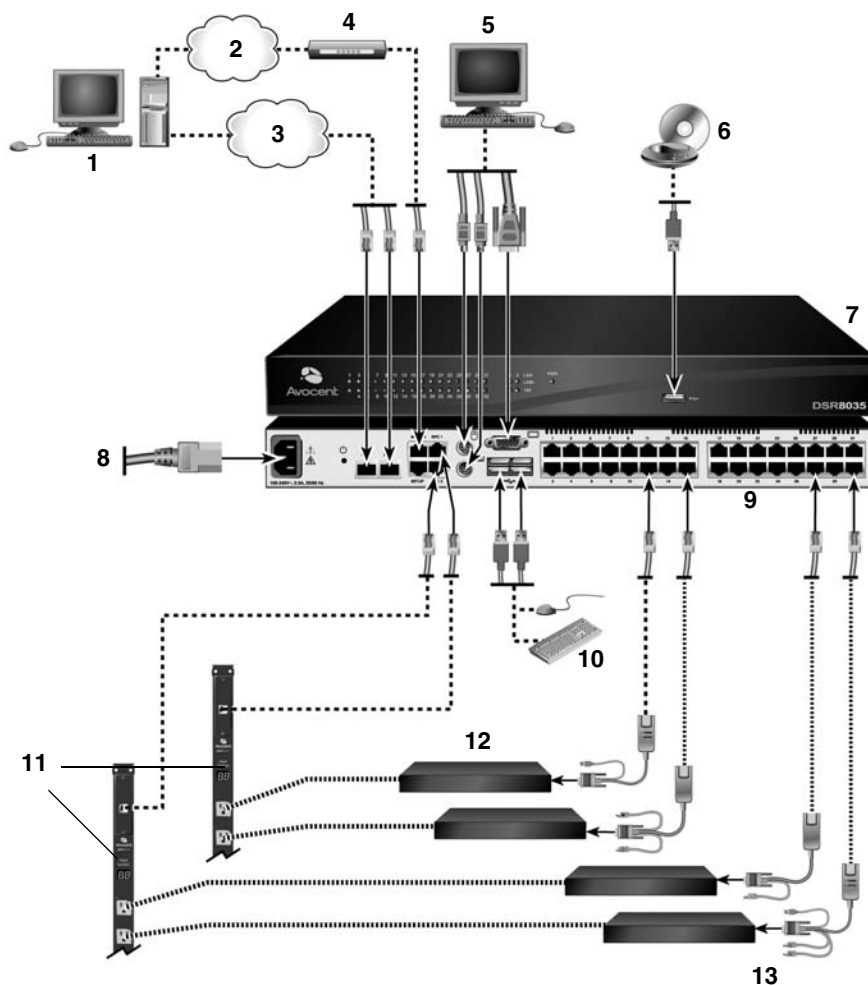

Figure 2.1 : Configuration typique DSR (commutateur DSR8035 illustré)
Tableau 2.1 : Description de la Figure 2.1 .....	7
La Figure 2.1 donne un exemple d'une configuration typique du commutateur DSR (il s'agit ici d'un commutateur DSR8035). Les descriptions de la figure sont proposées à la page suivante Tableau 2.1.
**Tableau 2.1 : Description de la Figure 2.1**